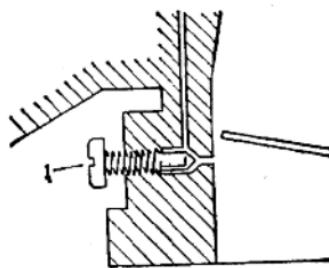

图1-4 化油器怠速系示意图
3. 当我重新拧上怠速混合气成分调整螺钉时，螺钉拧得太死了，于是妨碍了化油器怠速系的正常工作（图 1-4）。